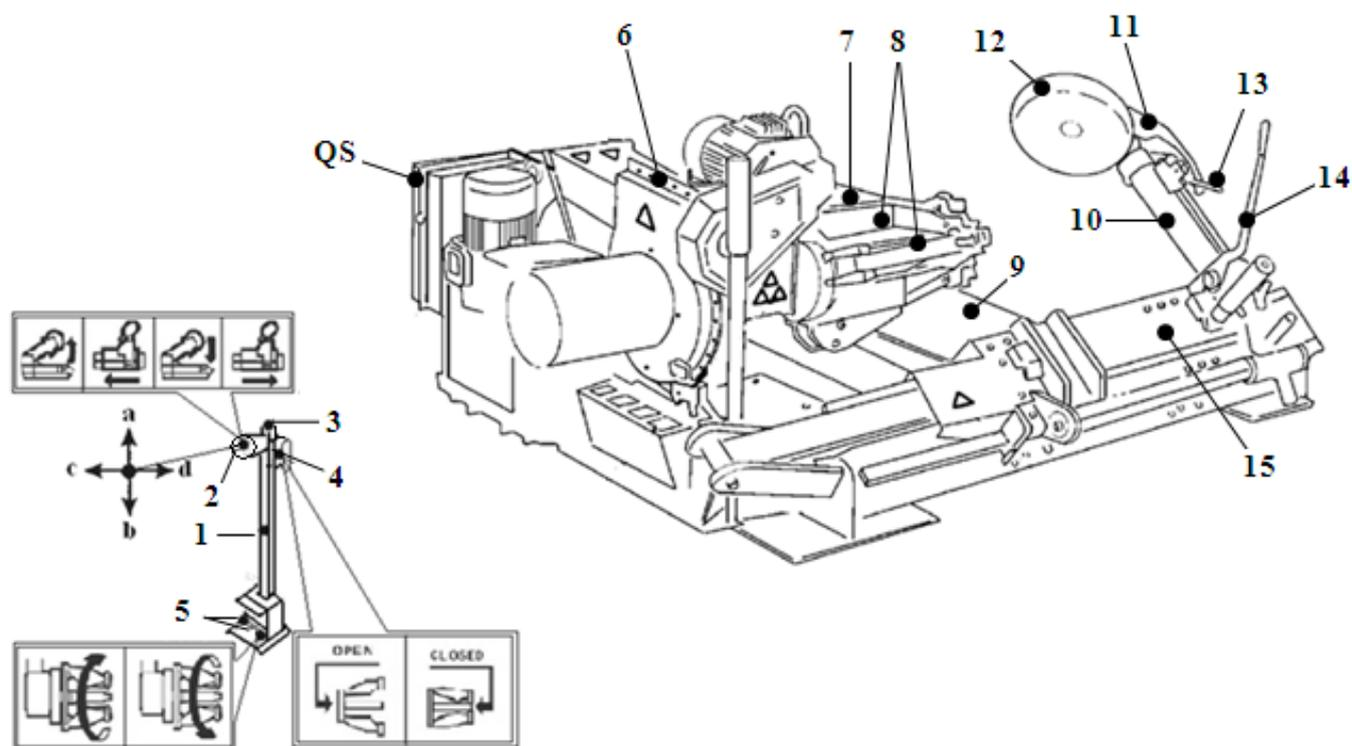

Рис. 1. Рабочие элементы станда.
Чтобы немедленно остановить работу станда: Нажмите аварийный выключатель (3, Рис.1) на стойке управления. Переведите главный выключатель (QS, Рис.1)) в положение “0”. Отключите станок от электросети.
Переносная стойка управления (1, Рис. 1) позволяет оператору работать в любом месте около станда. Стенд имеет следующие средства управления:
- **Главный выключатель (QS, Рис.1)** служит для включения и выключения электропитания станка.
- **Аварийный выключатель (3, Рис. 1)** нажатием на кнопку отключает станок от электропитания в аварийной ситуации.
- **Переключатель 4-х позиционный (джойстик) (2, Рис. 1):** служит для: подъема и опускания подъемной балки шпинделя (положения **a^b**), перемещения каретки слева направо и обратно (**c^d**).
- **Переключатель «Зажим – Разжим» (4, Рис. 1):** при переводе вверх открывает зажим, при переводе вниз открывает зажим.
- **Педали вращения шпинделя (5, Рис. 1):** при нажатии правой педали шпиндель зажимного устройства вращается по часовой стрелке, при нажатии левой – против часовой стрелки (направление вращения указано стрелками на педали).
- **Рукоятка блокировки монтажной консоли (14, Рис. 1)** для её блокировки в рабочем положении и перевода в нерабочее положение (и наоборот).
- **Рычаг блокировки монтажной головки (13, Рис. 1)** позволяет альтернативное использование монтажного диска (**12, Рис. 1**) или монтажного крюка (**11, Рис. 1**).